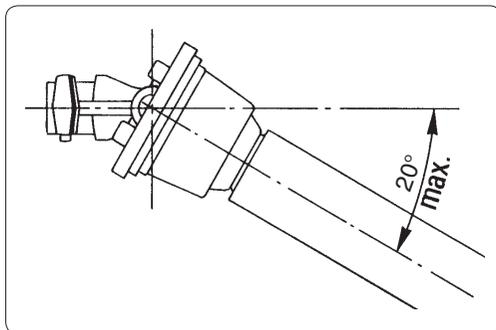

fig. 5.3.1
*The maximum tilt the driveline can bear with the pto engaged is 20° (see fig. 5.3.1).*
La massima inclinazione che il cardano può sopportare con la presa di forza (P.T.O.) inserita, è di 20° (vedi fig. 5.3.1).